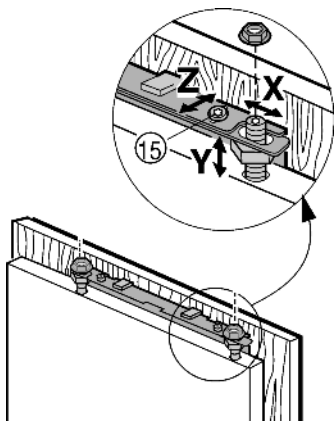

Fig. 17
- ▶ Régler le jeu de la porte du placard en profondeur **Z**: dévisser les vis Fig. 17 (15) du haut et les vis Fig. 18 (24) du bas, puis déplacer la porte.